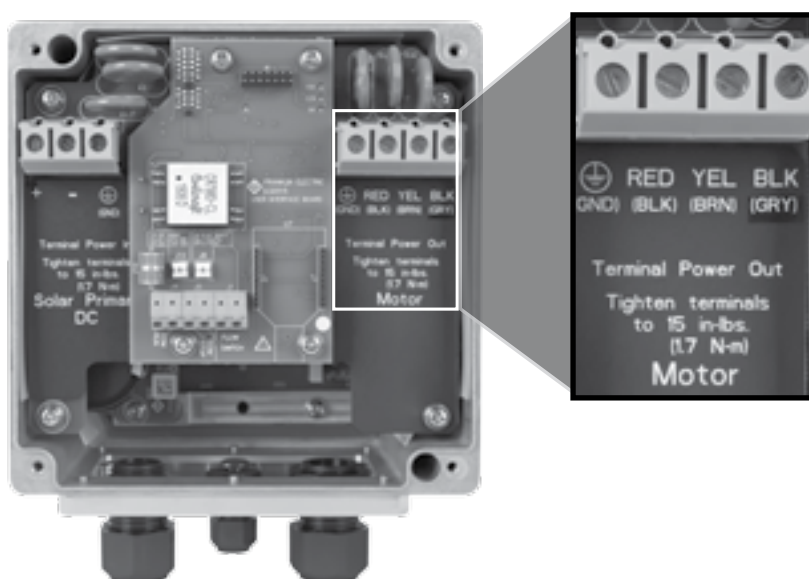

Figura 6: Conexão de fiação do motor
Conecte os cabos dos terminais do interruptor de fluxo NO e COM ao bloco de terminais do controlador Photon™ rotulado “FLOW SWITCH” (interruptor de fluxo) (Figura 6).
1. Conecte os cabos do conjunto da bomba/motor ao bloco de terminais rotulado “MOTOR” e marcado como BLK (preto), GND (terra), RED (vermelho), e YEL (amarelo) (Figura 6) (especificação de torque: 15 lib. pol./ 1,7 Nm). (Utilize apenas condutores de cobre. M 75 ° C mínimo).